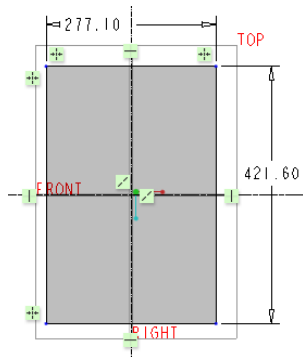
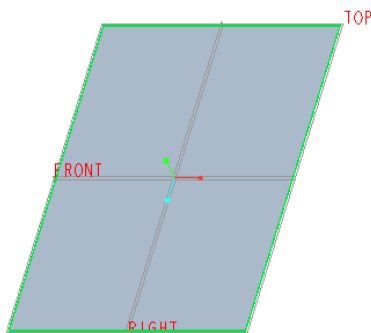

图 6-119 绘制剖面
图 6-120 创建平面壁
(1) 在功能区“模型”选项卡的“形状”组中单击  (平面) 按钮, 打开“平面”选项卡。
(2) 选择 **TOP** 基准平面定义草绘平面, 快速进入草绘器。
(3) 绘制图 6-119 所示的剖面, 单击  (确定) 按钮。
(4) 在“平面”选项卡的  (壁厚度) 文本框中输入厚度值为“1.2”。
(5) 在“平面”选项卡中单击  (完成) 按钮, 创建图 6-120 所示的平面壁。